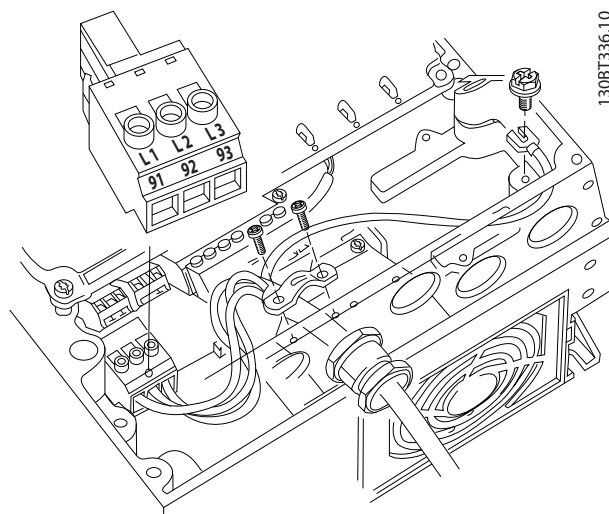

図 4.12 交流主電源への接続
1. 3 相交流入力電力ワイヤを端子 L1、L2、L3 に接続します (図 4.12 を参照してください)。